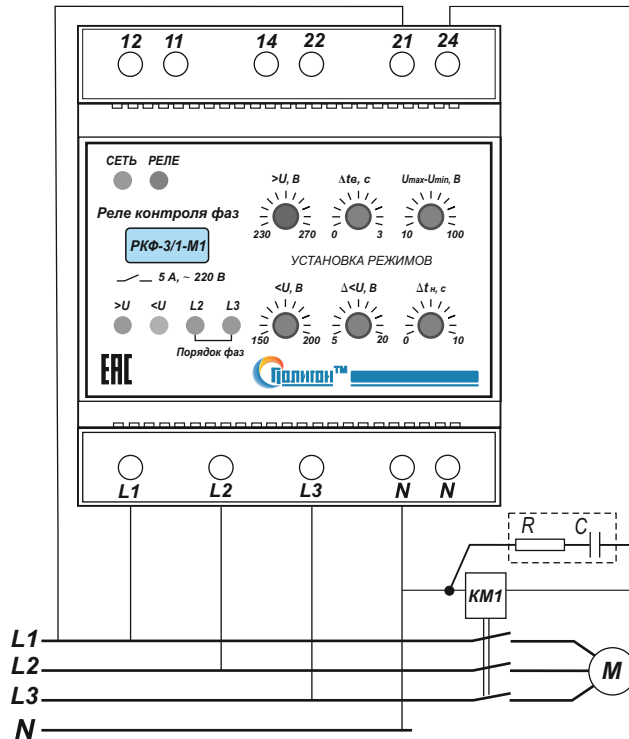

Рис. 1. Типовая схема подключения реле РКФ-3/1-М1. Рекомендуется включать параллельно катушке пускателя искрогасящую цепочку R – 51 Ом 1Вт, С – 0,1 мкФ 630 В.
4.3 Произвести подключение входной контролируемой сети, цепей управления и сигнализации согласно маркировке (рис.1): L1, L2, L3 — фазы; N — нейтраль; 11, 21 — переключающий контакт реле; 14, 24 — нормально разомкнутый контакт реле; 12, 22 — нормально замкнутый контакт реле. Сечение силовых подключаемых проводов должно быть не более 1,5 мм кв.